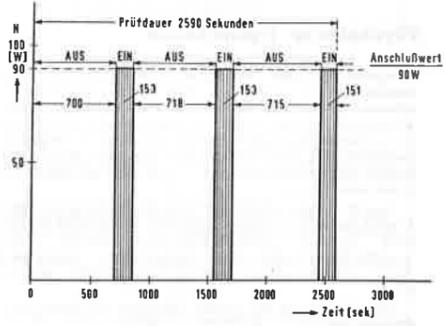

Bild 4
Bei einer Außentemperatur von 20° C und mittlerer Temperatureinstellung (4) wurden die Schaltzeiten dieses Schrankes über 3 Schaltperioden abgestoppt und in Bild 4 grafisch dargestellt. Während der Beobachtungszeit von 2590 Sekunden ergab sich eine tatsächliche Einschaltzeit von 457 Sekunden.